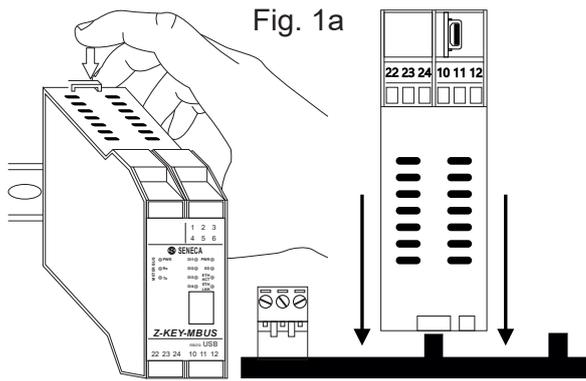

Fig. 1a
- 2) Insérer le connecteur arrière IDC10 du module sur une fente libre de l'accessoire pour guide OMEGA comme illustré sur la figure 1a. (l'introduction est univoque parce que les connecteurs sont polarisés).
- 3) Pour fixer le module au guide OMEGA, serrer les deux crochets situés de chaque côté du connecteur arrière IDC10 comme illustré sur la fig. 1a..